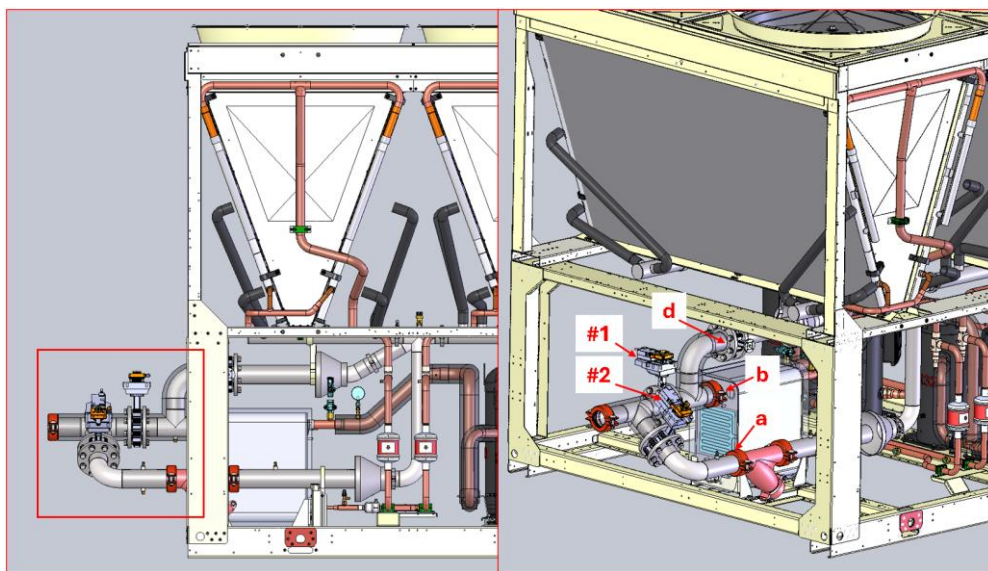

Fig. 19- Detaljer om rörinstallationen.
1. För in M16-bult och mutter i det centrala hålet på ramen vid lyftpunkten (fig. 19).